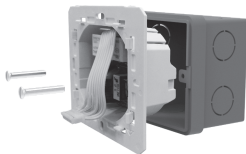

Рисунок 6. Установка терморегулятора в монтажную коробку
3. Аккуратно отсоедините шлейф соединяющий лицевую панель с основным корпусом устройства. Закрепите корпус в монтажной коробке и зафиксируйте ее двумя винтами (рисунок 6).